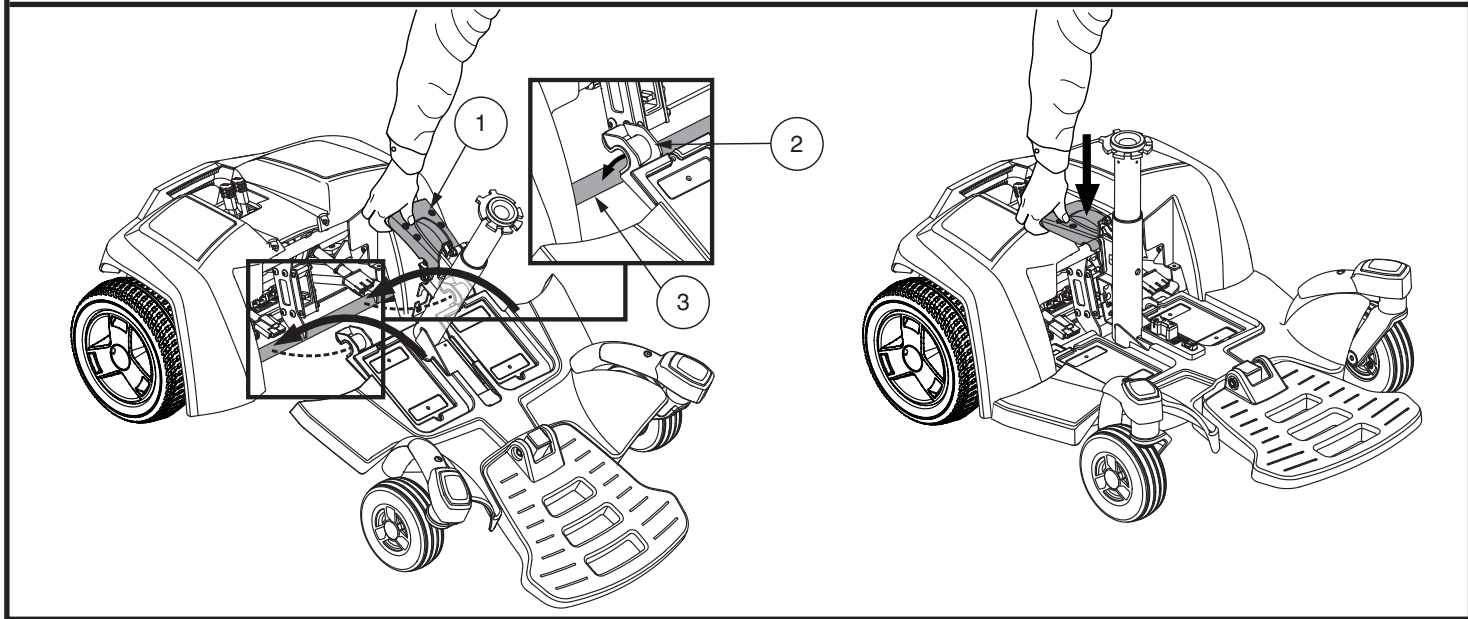

图 7. Go-Chair 装配
1. 当你要对齐前部的框架扣钩与后部框架下管时，请使用框架释放杆抬起前部与后部框架下管。见图7.
2. 框架扣钩扣住框架下管时，同时也是前部份与后部份的支点。这是自动锁定连接框架。见图7.